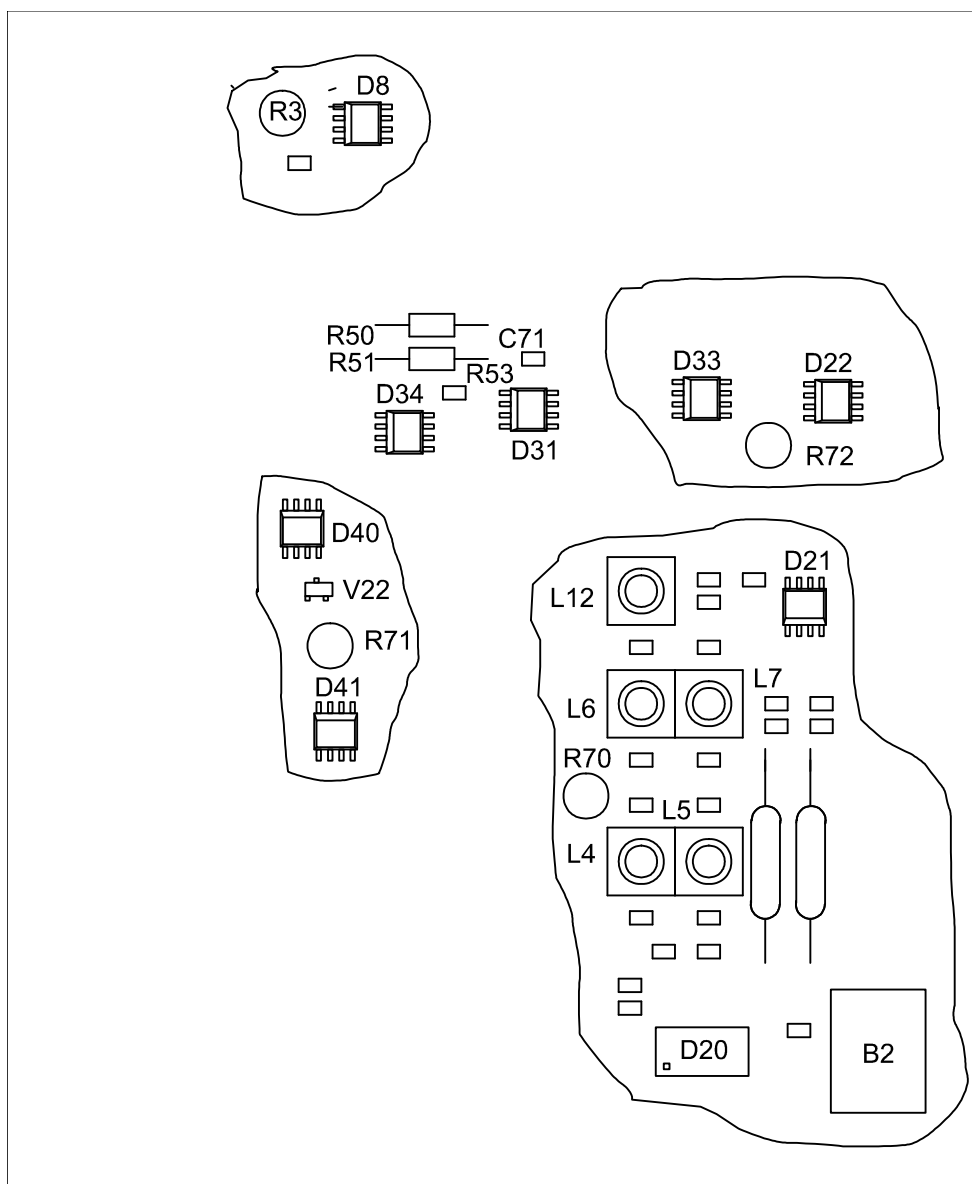

Рисунок 4.1 - Расположение элементов регулировки на базовой плате
4.4.4 Установка оптимального смещения нуля преобразователя производится резистором R71 (см. рисунок 4.1). Эта регулировка выполняется только при замене микросхемы преобразователя. Для правильной установки нуля микросхемы необходимо:
4.4.5 Настройка фильтра синтезатора частоты производится подстроечными сердечниками катушек L4 – L7, L12 (см. рисунок 4.1). Требуемая частотная характеристика фильтра показана на рисунке 4.4 (от выхода микросхемы синтезатора D20:20 или D20:21 до входа аналогового переключателя D22:8). Для регулировки фильтра можно использовать почти любой прибор для исследования АЧХ, работающий в диапазоне частот от 0.1 до 100 МГц, например, типа Х1-54. Для снятия АЧХ можно подключаться непосредственно в указанные точки схемы в режиме воспроизведения напряжения постоянного тока (когда собственный сигнал отсутствует). При настройке АЧХ особое внимание следует обращать на точность настройки режекторных колебательных контуров L4, C56 и L5, C57, которые должны обеспечивать подавление не менее 70-80 дБ на половине частоты синтеза. Для приборов с задающим генератором на 80 МГц максимальное подавление должно быть на частоте 40 МГц. Если частота генератора другая (может быть в диапазоне от 60 до 100 МГц), то и настройка частоты режекции должна ей соответствовать.